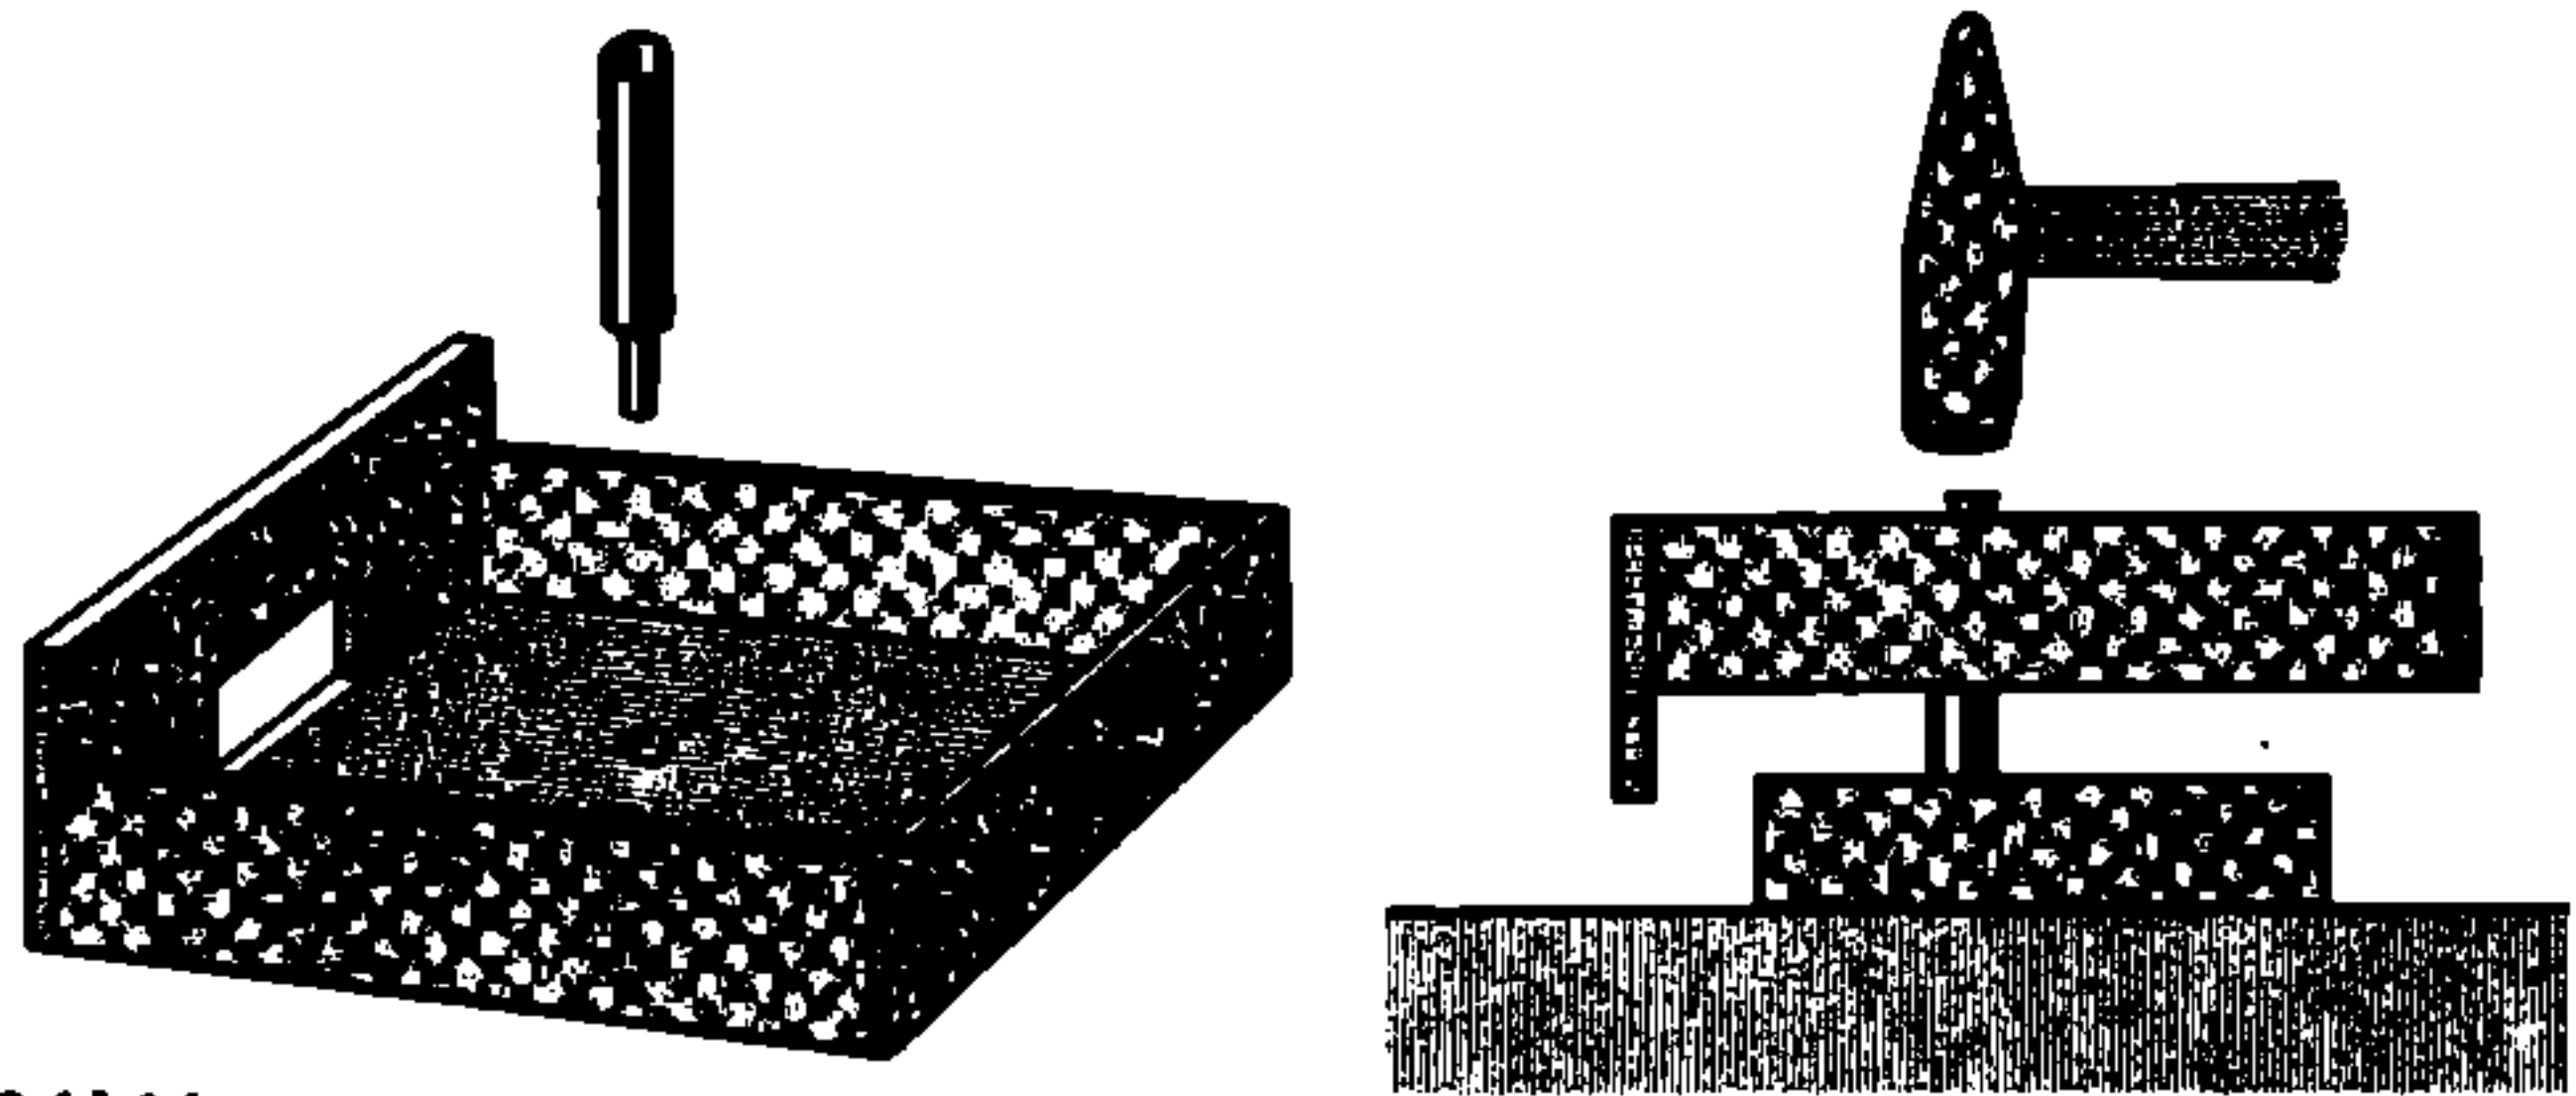

Bild 16
- Aufgaben:** 14. Laß dir einige Beispiele für Zapfennietungen nennen, bei denen die Teile ähnlich wie in Bild 16 verbunden werden!